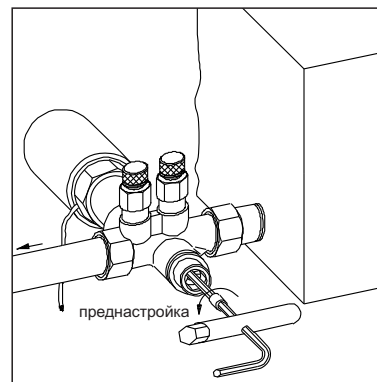

Рис. 1
- 3 Теперь преднастроить вентиль поворотом влево на выбранное по диаграмме количество оборотов шестигранным ключом SW 4 (рис. 1).